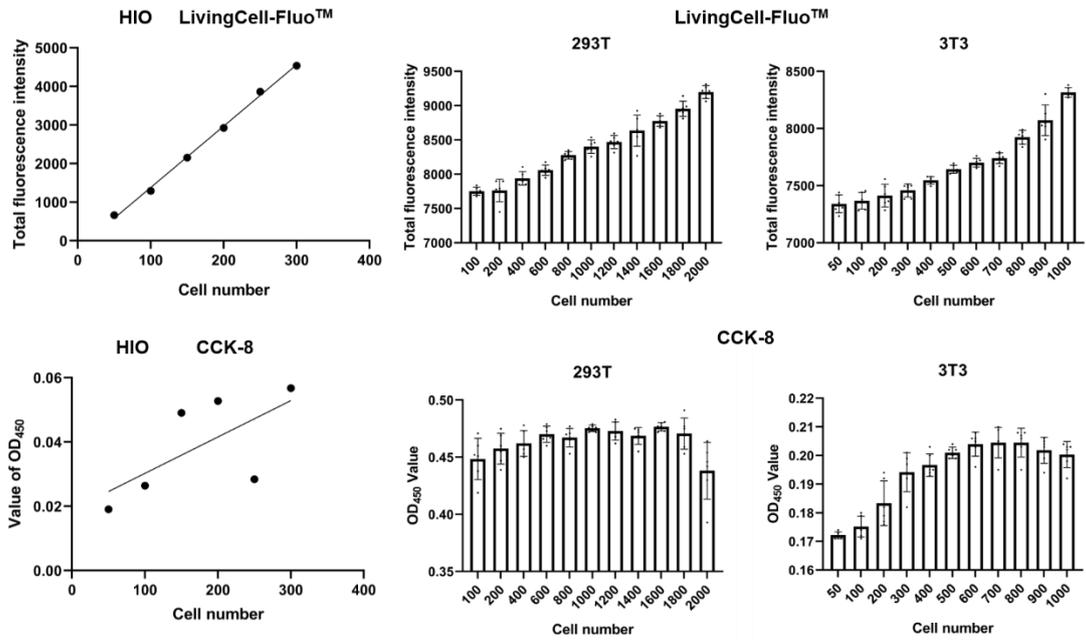

图 4 LivingCell-Fluo™ 与 CCK8 对比检测 3D 人小肠类器官和 2D 细胞系（293T 和 3T3）活力
- 8.5、使用 LivingCell-Fluo™ 和 CCK-8 分别检测不同细胞数目的 3D 人小肠类器官（HIO）活力（相同实验参数），结果显示：在 CCK-8 检测中，细胞数目在 50-100-150-200-250-300 时，与吸收光信号不成线性关系，并且在细胞数目为 250 时还出现了细胞数目多而吸光值明显小的现象，表明 CCK-8 灵敏度较低、稳定性较差；而在 LivingCell-Fluo™ 检测中，细胞数目和荧光信号成良好的线性关系，对比 CCK-8，LivingCell-Fluo™ 展现较高的灵敏度和稳定性（如图 4）。
- 8.6、使用 LivingCell-Fluo™ 和 CCK-8 分别检测 2D 细胞（293T 和 3T3 细胞系）活力（相同实验参数），结果显示：CCK-8 检测中，细胞数目在 50-2000 时，与吸收光信号不成线性关系，并且在细胞数目为 2000 时还出现了细胞数目多而吸光值明显小的现象，表明 CCK-8 灵敏度较低、稳定性较差。LivingCell-Fluo™ 检测中，随着细胞数目的增加，荧光信号强度也逐渐增强，对比 CCK-8 检测 2D 细胞系活力，LivingCell-Fluo™ 展现较高的灵敏度和稳定性（如图 4）。